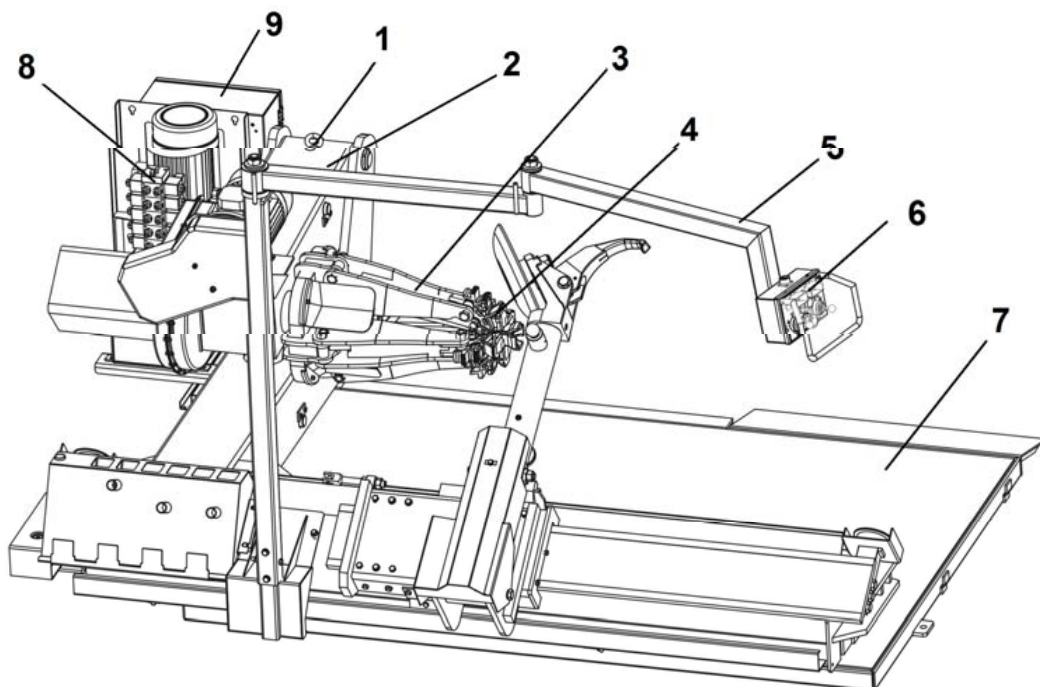
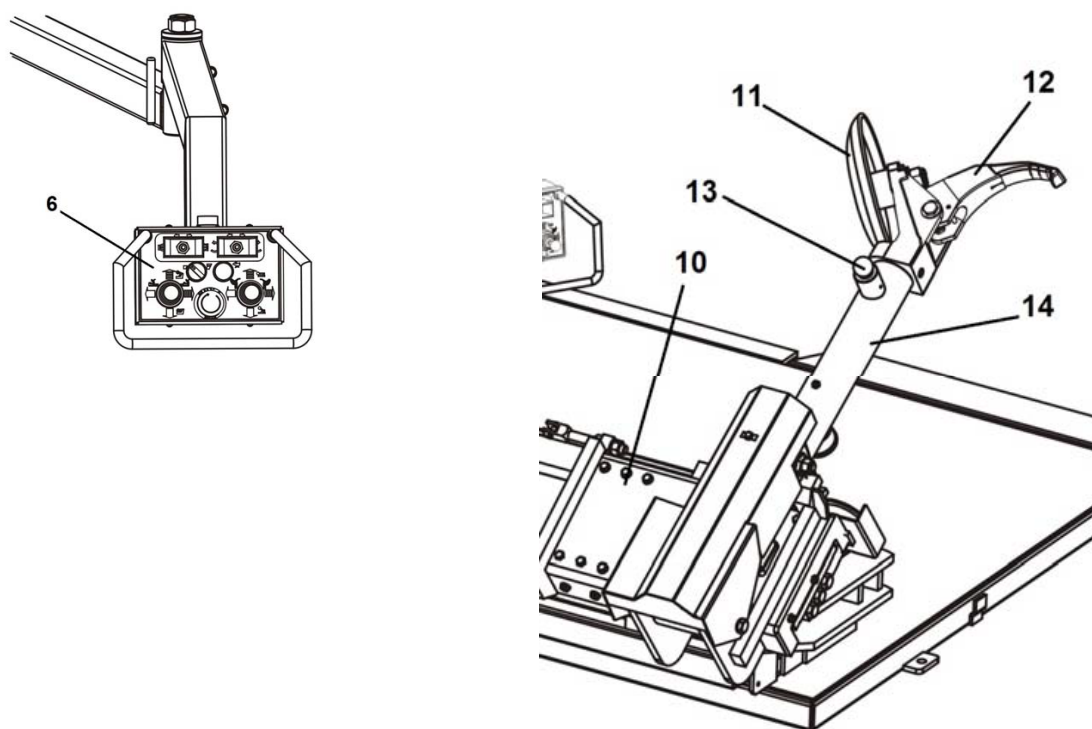

Рисунок 4
Рисунок 5
Расположите шиномонтажный станок, подняв его специальным кронштейном (1-рис. 4), опустите самоцентрирующуюся цангу, удерживая рычаг (2-рис. 4) до упора, закройте самоцентрирующуюся цангу (3-рис. 4) полностью и переместите инструмент каретки (10-рис. 5) к самоцентрирующейся цанге до упора.
– на рычаге держателя инструмента имеется ручка положения рычага инструмента (13, рис. 5). Вытяните ее наружу, чтобы расширить кронштейн инструмента.
- Используя джойстик 2, установите кронштейн снимающего рычага 14, (рис.5) в вертикальное положение.
- Используя джойстик 1, отодвиньте выдвижной стол 13, (рис. 5) от самоцентрирующей цанги и установите колесо вертикально на выдвинутом столе.
- При помощи джойстика 1 поднимите или опустите кронштейн, чтобы установить самоцентрирующуюся цангу 3, (рис. 5) по центру по отношению к ободу.
- При помощи кронштейнов зажимного устройства 22, (рис. 5) в закрытом положении передвиньте колесо на выдвижном столе к самоцентрирующей цанге. Посредством переключателя 9, (рис. 5) зафиксируйте цангу на внутренней поверхности обода колеса.